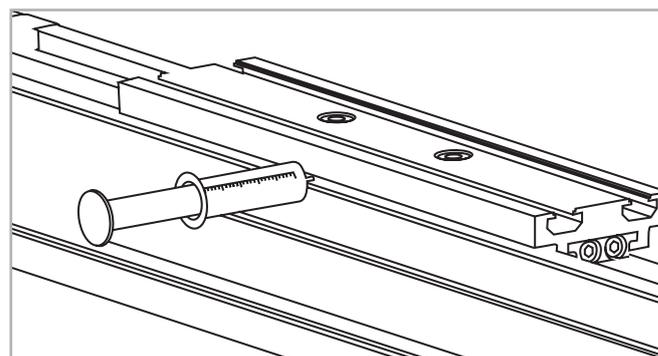

Fig. 80
1. Lubricación usando una pistola de engrase: Esto se realiza introduciendo la punta de la pistola de grasa en el conducto del cursor y presionando la grasa hacia adentro (ver fig.80). Nótese que antes de la lubricación actual de las pistas de rodadura de la guía el conducto está lleno, motivo por el cual debe usarse la cantidad suficiente de grasa.